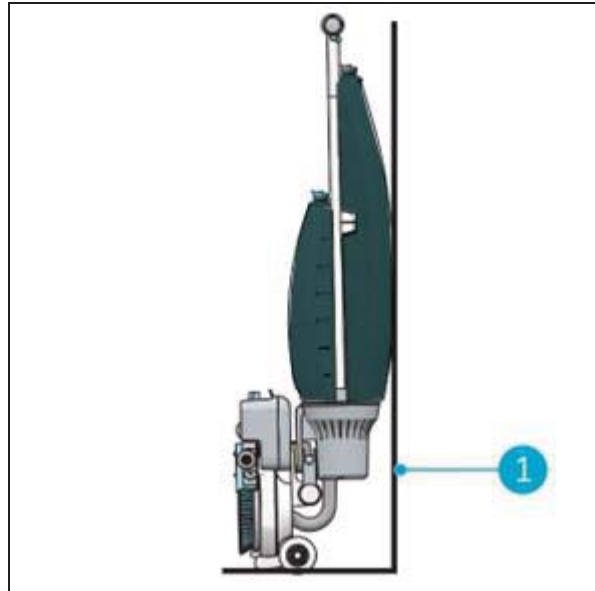

Figure 24
3. Rangez l'i-mop® Lite près d'un mur (Figure 24, pos 1) avec le manche dirigé vers le mur et les brosses tournées à l'opposé du mur.